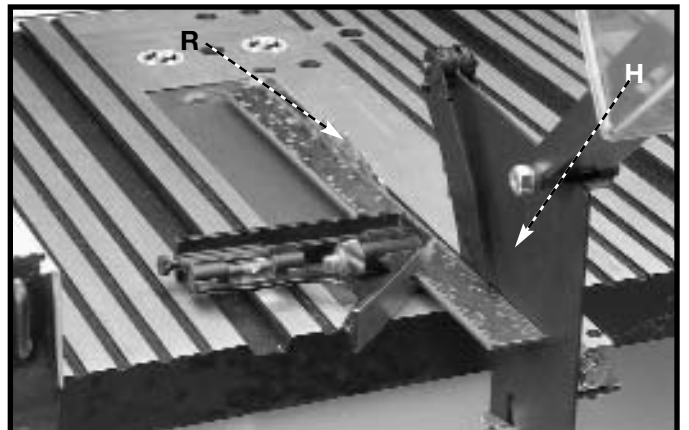

Fig. 16
- Utilizando una regla recta, revise si el hendidor (H) Fig. 16 está alineado con la hoja de la sierra (R). Si resulta necesario hacer cualquier ajuste, el hendidor (H) puede ser movido a la izquierda o a la derecha y puede ser rotada.